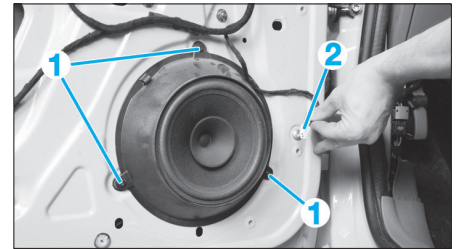

FIG. 79
- Déposer le haut-parleur (Fig.79).